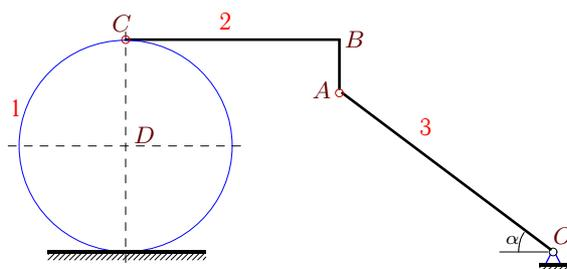

Рис. 110
**Задача.** Механизм состоит из цилиндра, катающегося без проскальзывания по горизонтальной поверхности, уголка  $ABC$  и кривошипа  $OA$  (рис. 110). В указанном положении механизма задана угловая скорость кривошипа  $\omega_{OA} = 2 \text{ с}^{-1}$ . Сторона  $CB$  уголка  $ABC$  в данный момент горизонтальная,  $AB$  — вертикальная. Радиус цилиндра  $R = 2 \text{ м}$ . Даны размеры:  $BC = 4 \text{ м}$ ,  $AB = 1 \text{ м}$ ,  $OA = 5 \text{ м}$  и угол  $\cos \alpha = 4/5$ . Найти угловые скорости звеньев и скорости точек  $A$  и  $C$ .